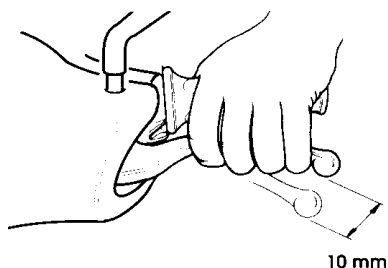
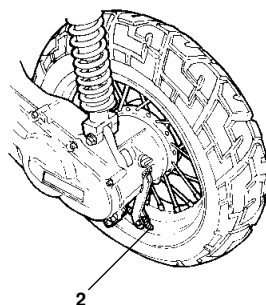

Fig. 37
Fig. 38
En el momento que la leva de freno presente un recorrido mayor al descrito en la figura 37, es necesario proceder a la regulación, interviniendo sobre el grupo de regulación (2 - Fig. 38) a fin de restablecer el correcto recorrido de la leva.
- Lorsque le levier du frein a une course supérieure à la figure 37, il est nécessaire de procéder au réglage, intervenant sur le régleur (2 - Fig. 38) jusqu'à obtention d'une course correcte du levier.